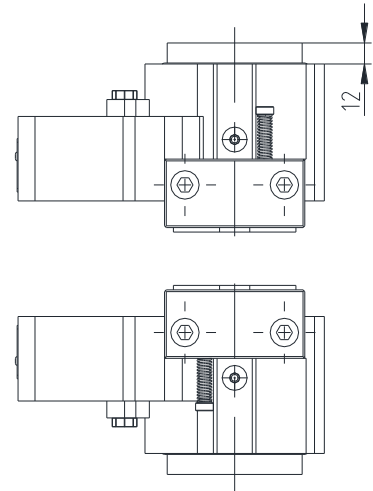

Bild 12: Einstellung der Einstellmutter
- Kontrollieren Sie die Position der Einstellmutter (Bauteil 1.7). Stellen Sie diese ggf. auf das richtige Maß ein (siehe Bild 12).
- Kontrollieren Sie beidseitig die Position der Einstellmutter (Bauteil 1.7). Stellen Sie diese ggf. auf das richtige Maß ein (siehe Bild 12).